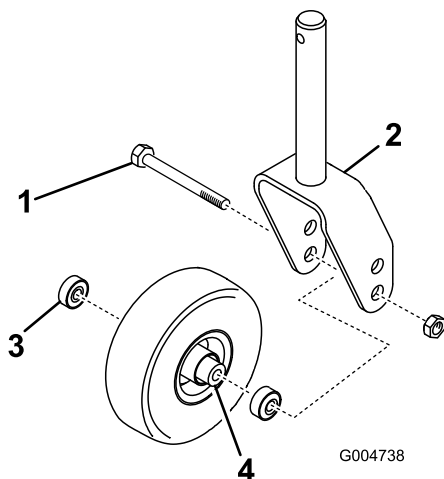

Рисунок 141
1. Выверните контргайку с болта, удерживающего узел поворотного колеса междувилкой или рычагом поворотного колеса (Рисунок 141).
2. Захватите поворотное колесо и извлеките болт из вилки или поворотного рычага (Рисунок 141).
3. Извлеките подшипник из ступицы колеса и дайте выпасть распорной втулке подшипника (Рисунок 141).
4. Снимите подшипник с противоположной стороны ступицы колеса (Рисунок 141).